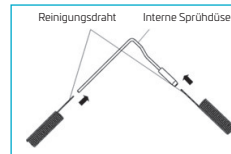
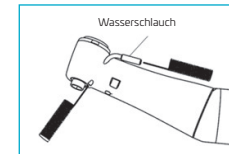

Fig. 13
Fig. 14
- Reinigen Sie die interne und externe Sprühdüse mit einer Reinigungsnadel. (Abbildung 13, Abbildung 14)